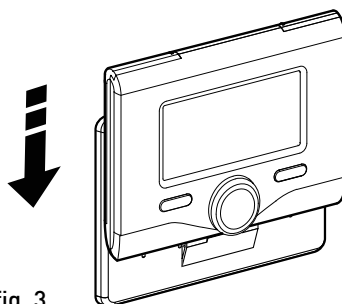

fig. 3
- posizionare l'interfaccia di sistema sulla base, spingendola delicatamente verso il basso (fig.3).